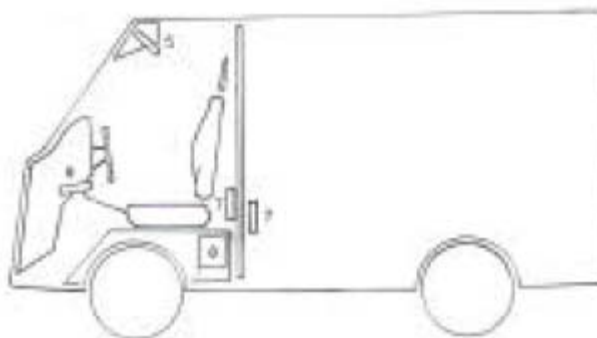

Рисунок 5: Рекомендуемые места установки в фургоне/грузовике.
В фургоне рекомендуемые места установки следующие: над солнцезащитным козырьком (5), над пассажирским сиденьем (8), на поперечной перегородке между кабиной и грузовым отсеком кузова (7) (см. рисунок 5).